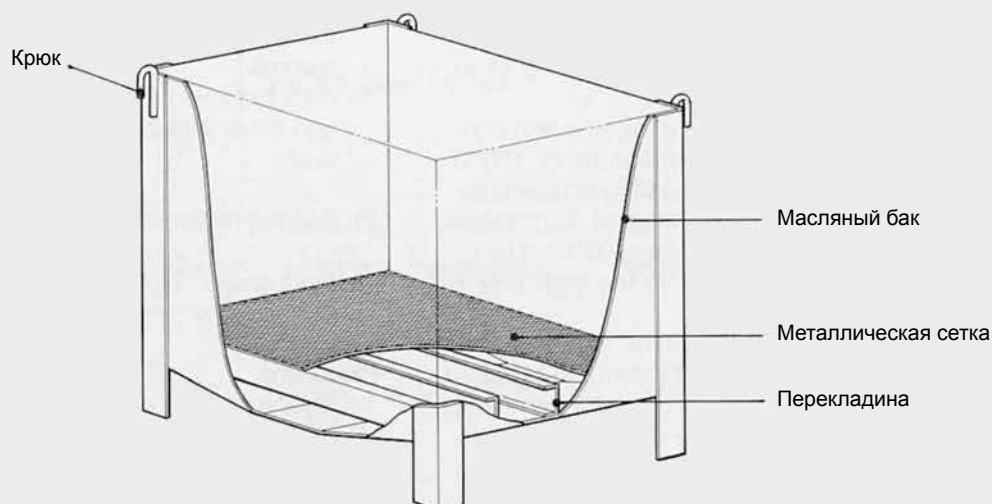
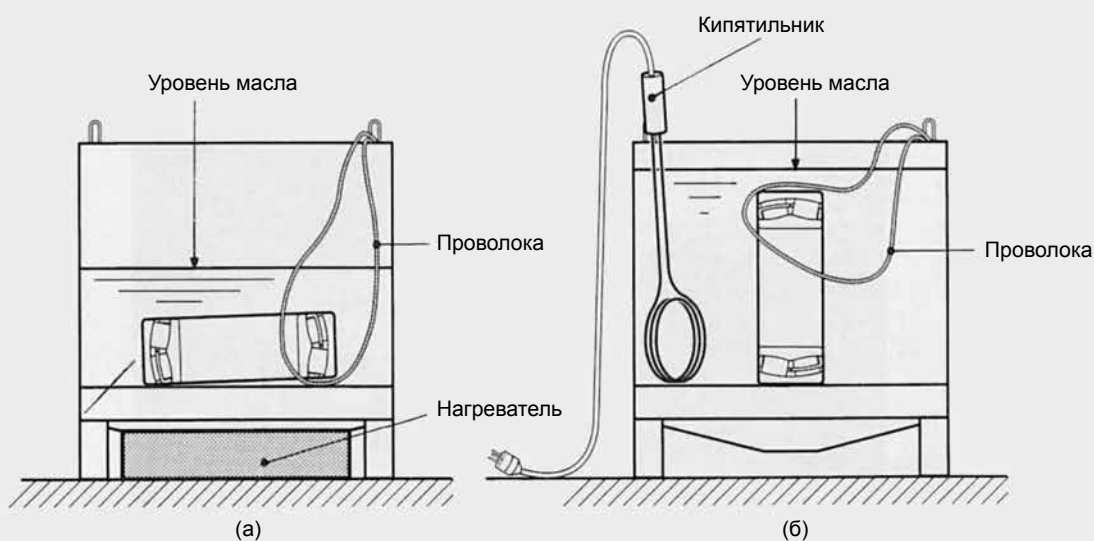

Рис. 6.4 Конструкция ванны подогрева масла
Рис. 6.5 Способ нагрева
- a) С применением ванны для разогрева маслом {Рис. 6.4 и Рис. 6.5 (а)(б)}